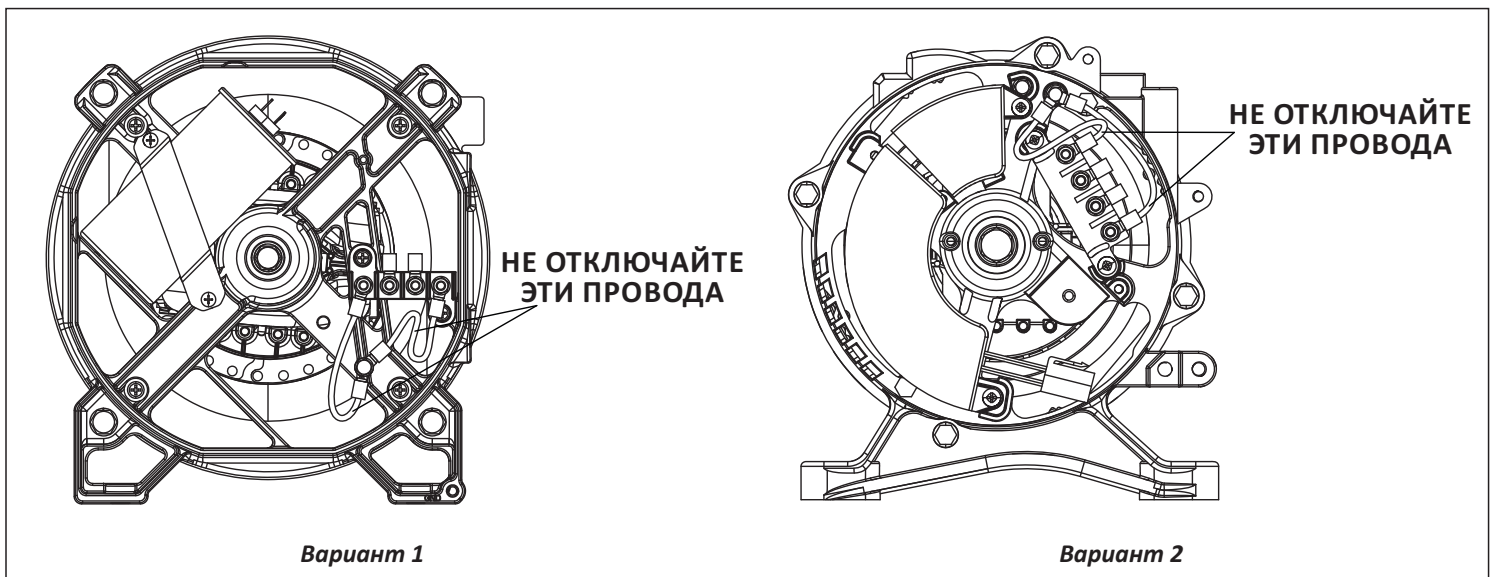

Рисунок 2 - Заземление нейтрали
В случае необходимости провести сервисные работы на генераторе переменного тока НЕЛЬЗЯ отсоединять белые замкнутые провода от клеммы заземления. Всегда проверяйте наличие подключения этих проводов к клемме перед использованием генератора после сервисного обслуживания (Рис. 2).
- Нажмите рычаг «TURN OFF». (См. стр.9, рис.2, 2.2)